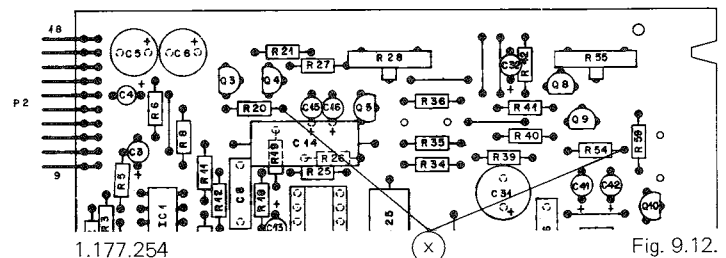

Fig. 9.12.
— NF-Millivoltmeter an Messpunkt X des jeweiligen Wiedergabekanals im DOLBY-Wiedergabe-Prozessor 1.177.254 anschliessen (Fig. 9.12.).
- Connect audio millivoltmeter to test point X in the DOLBY replay processor 1.177.254 (fig. 9.12.).
- Raccordez un millivoltmètre BF au point de mesure X d'un des canaux lecture du module de lecture DOLBY 1.177.254 (fig. 9.12.).